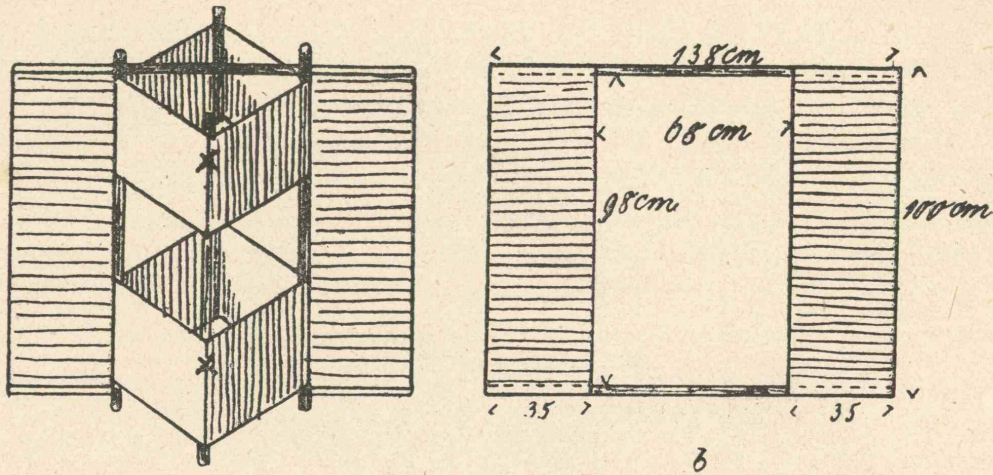
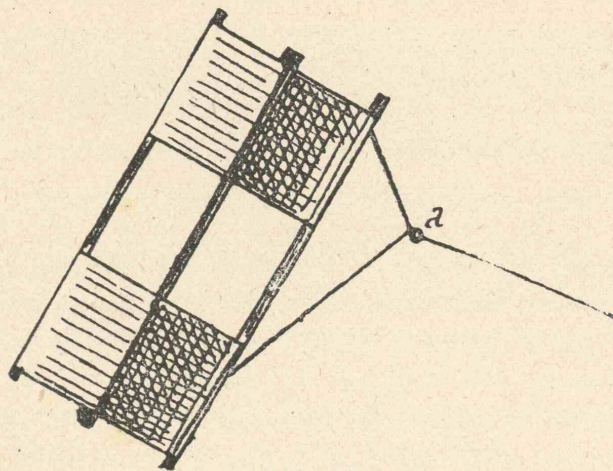

Fig. 22. Kastendrachen mit 2 Seitenflügeln.
Fig. 23.
Der Vater hatte die Knaben wieder einmal um sich versammelt und erzählte ihnen: „Sehr häufig werden die Kastendrachen noch mit Seitenflügeln versehen, wodurch ihre Steigfähigkeit bedeutend erhöht wird. Bei derartigen Drachen betrachtet man schließlich sogar die Seitenflügel als die Hauptfache und läßt infolgedessen die hintere Hälfte des Kastens weg. So könnten wir uns noch eine große Zahl der schönsten Stoffdrachen anfertigen, die alle auf dem Prinzip des Kastendrachens beruhen und darum ohne Schweiß steigen. Ich habe euch hier einige Abbildungen von derartigen Drachen mitgebracht (Fig. 22—33)
*) Der Doppelpastendrachen kann auch mit Seitenflügeln versehen werden (vergl Fig. 22 u. 24). Sämtliche Kastendrachen steigen ohne Schweiß.
Kastendrachen mit Seitenflügeln. (Fig. 22—24.)
Zuerst fertigt ihr euch den eigentlichen Kastendrachen an, ganz in derselben Weise, wie ihr das bei dem einfachen Kastendrachen getan habt. Die beiden Seitenflügel, deren Größe sich aus Fig. 22 b ergibt, werden an zwei dünnen Stäben von 138 cm Länge befestigt. Sie
Für die Aufhängung wird an den mit X bezeichneten Punkten (Fig. 22 a) eine Schnur angebracht und bei a (Fig. 23) eine Schleife geknüpft, an der die Drachenschnur befestigt wird. Die genaue Lage der Schleife wird durch Ausprobieren festgestellt. (Der Drachen muß möglichst ruhig steigen.) Auch bei allen folgenden Stoffdrachen wird die Wage (Aufhängung) ganz auf dieselbe Weise hergestellt.